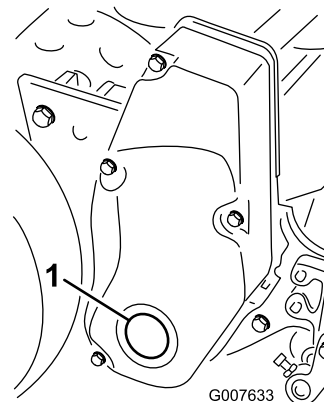

Figure 57
- Enlevez le bouchon du couvercle d'entraînement droit (Figure 57).